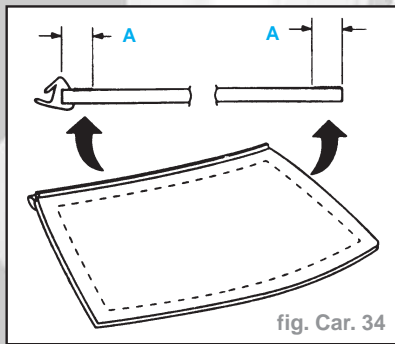

fig. Car. 34
- Appliquer de l'apprêt pour vitre sur le bord du pare-brise (ne pas appliquer sur vitre ancienne) - cote **A 15 mm** de largeur (fig. Car. 34).